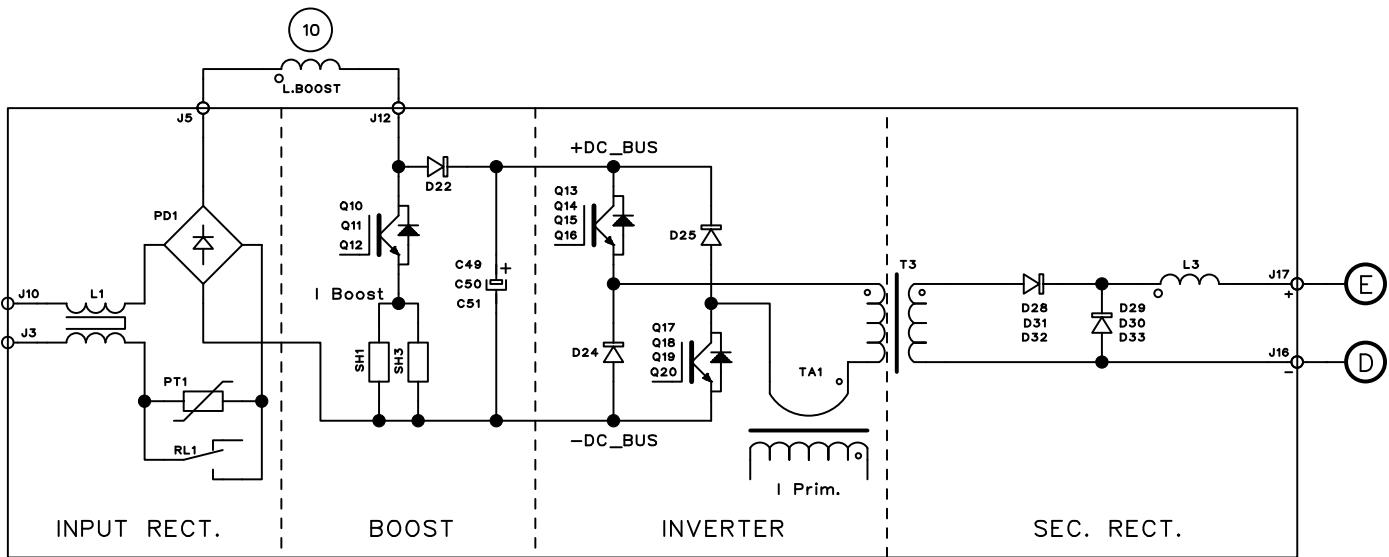

Fig. 2.3.1
Más exactamente en la tarjeta potencia (13) se pueden identificar (Fig. 2.3.1):
- el inverter de igbt, que genera la tensión alterna de onda cuadra para el transformador de potencia T3, montado en la tarjeta potencia (13);
#### TEST ALIMENTACIÓN POTENCIA (Fig. 2.3.1, 2.3.2).